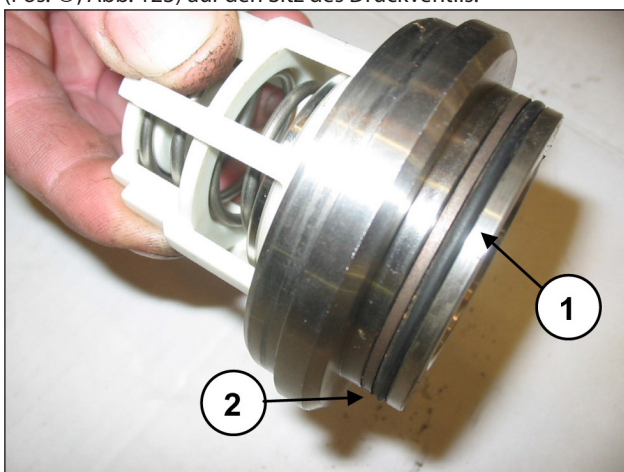

Abb. 123
Montieren Sie den O-Ring, Pos. 6 Explosionszeichnung (Pos. ①, Abb. 123) und den Stützring, Pos. 14 Explosionszeichnung (Pos. ②, Abb. 123) auf den Sitz des Druckventils.